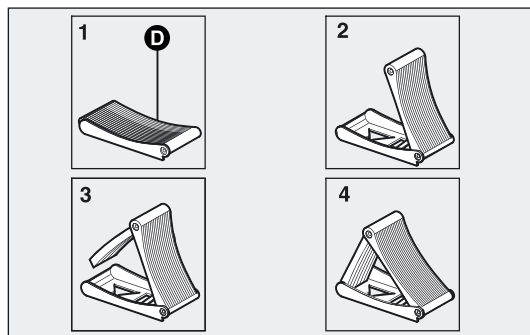

fig. 134a
- ☐ pak de wig D uit de gereedschaptas en klap de wig open zoals is aangegeven in fig. 134a;